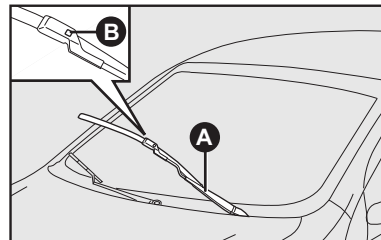

fig. 24
### Substituição das palhetas do limpador do para-brisa - fig. 24
- 1) Levantar o braço **A-fig. 24** do limpador do para-brisa;
- 2) Apertar a trava **B-fig. 24** e tirar a palheta, empurrando-a para cima e desengatando-a do braço **A-fig. 24**;